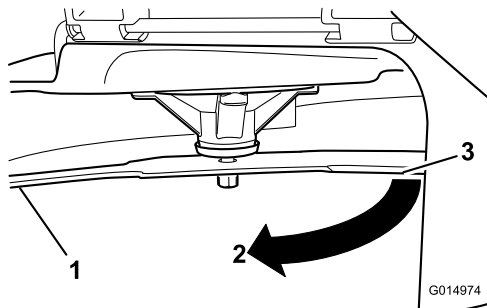

**Figura 73**
4. Gire la misma cuchilla 180 grados de manera que el otro extremo esté en la misma posición (**Figura 73**).